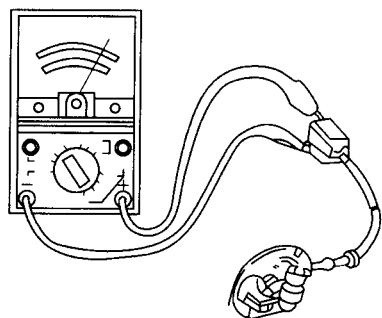

图 1-13 照明线圈电阻值的测量
①测照明线圈的电阻值。如图 1-13 所示,用 R×1Ω 档量程,测黑线与白线之间的电阻值应为